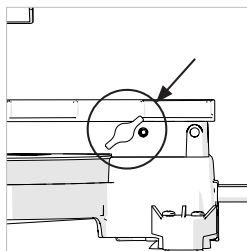

Fig. 14
- Den Feststellknopf lösen. (Abb. 14)